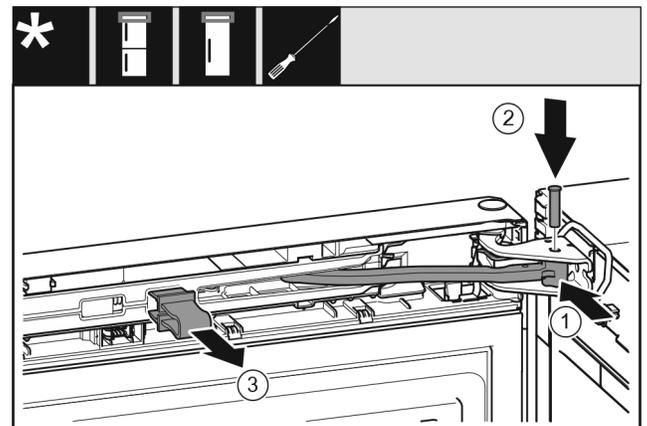

Fig. 22
- ▶ Tourner l'articulation dans le support de palier. Fig. 22 (1)
- ▶ Introduire le boulon dans le support de palier et l'articulation. Veiller à ce que l'ergot d'encliquetage repose correctement dans la rainure. *Fig. 22 (2)*
- ▶ Enlever l'arrêtoir. *Fig. 22 (3)*